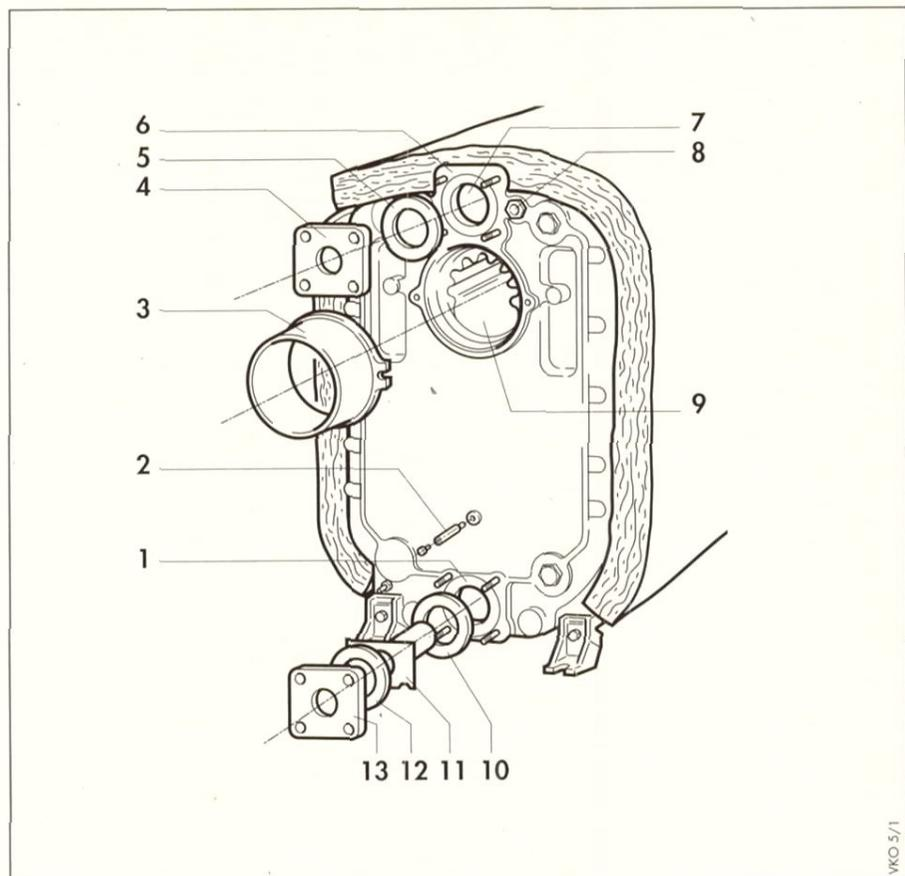

Abb. 5.5 Montage der Anschlußstutzen
Legende zu Abb. 5.5
Das Seitenverkleidungsblech (10) am Kesselblock (9) vorn mit Sechskantschraube befestigen. Oben wird das Seitenverkleidungsblech (10) an den Halteschienen (2 und 3) mit Blechschrauben befestigt. Das Seitenverkleidungsblech (8) wird in gleicher Weise montiert. Wärmedämmmatte (4) an der Rückseite des Kesselblockes (9) anbringen. Rückwandblech (7) an den Seitenwandblechen (10 und 8) einhängen und an der Distanzschraube (siehe Pos. 2 Abb. 5.5 auf Seite 14) mit einer Schraube befestigen. Seitenverkleidungsoberteile (1 und 5) mit Blechschrauben an den Seitenverkleidungsblechen (10 und 8) lose anschrauben und nach Einbau der Schalleiste befestigen.
Tauchfühler von Kesseltemperaturregler, Sicherheitstemperaturbegrenzer und Kesselthermometer zur Tauchhülse (siehe Pos. 8, Abb. 5.5 Seite 14) führen und mit Wellfeder bis zum Tauchhülsegrund einschieben und mit Sicherungsklammer sichern.